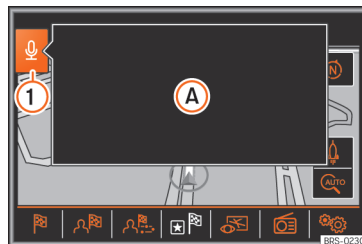

Abb. 182 Sprachbedienung: Anzeige Hilfemenü und aussprechbare Elemente.
- Sprechen Sie die Kommandos aus, wenn die Ansagen und akustischen Signale beendet sind und das Symbol  » **Abb. 182**  auf dem Bildschirm angezeigt wird.
det sind und das Symbol  » **Abb. 182**  auf dem Bildschirm angezeigt wird.
Es wird ein Hilfemenü mit den wichtigsten Kommandos im aktuell aktiven Modus angezeigt (z. B. Navigation) » **Abb. 182** . Andere aussprechbare Elemente werden auf dem entsprechenden Bildschirm rot dargestellt » **Abb. 182**. Die Anzeige des Hilfemenüs kann im Menü **Einstellungen Sprachbedienung** aktiviert und deaktiviert werden » Seite 201. »